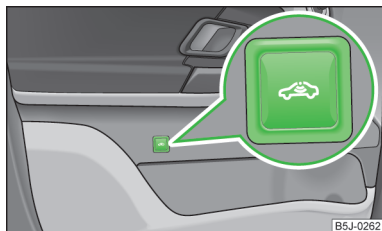

Fig. 34
- › Apăsați tasta simbol  » fig. 34 din portiera șoferului.